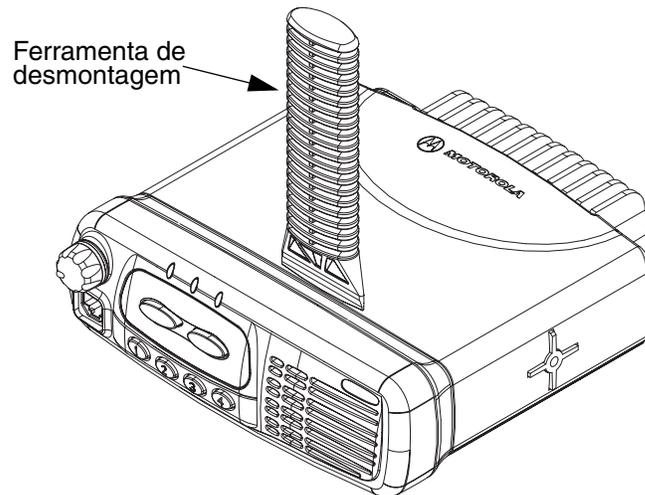

Figura 2-1 Remoção típica do cabeçote de controle
1. Insira a ferramenta de desmontagem no encaixe entre o cabeçote de controle e o corpo do rádio, como mostra a Figura 2-1.